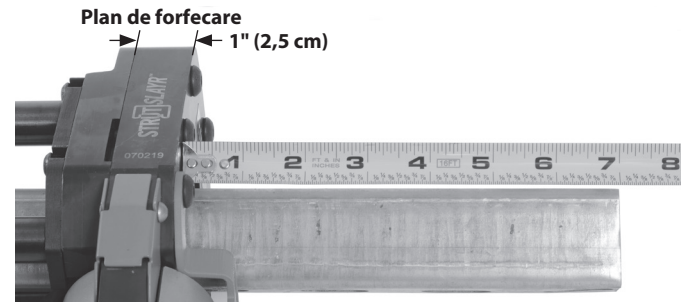

Figura 6B – Măsurarea lungimii barei
- b. Adăugați 1" (25 mm) la placa laterală – măsura capătului barei (Figura 6B).